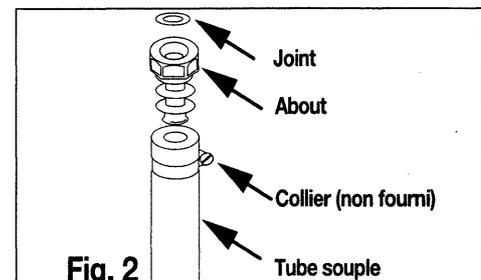

Fig. 2
- soit, dans le cas d'une installation existante, par tube souple d'un diamètre intérieur de 6 mm (fig.2) monté sur un about approprié équipé de colliers de serrage à ses deux extrémités.
- soit, dans le cas d'une installation existante, par tube souple d'un diamètre intérieur de 15 mm (fig.2) monté sur un about approprié équipé de colliers de serrage à ses deux extrémités.
- Voir paragraphe 1.2 et fig. 2.
- Dévissez à l'aide d'une clé de 7 les injecteurs situés dans le fond de chaque pot et ôtez-les (**fig.2**).